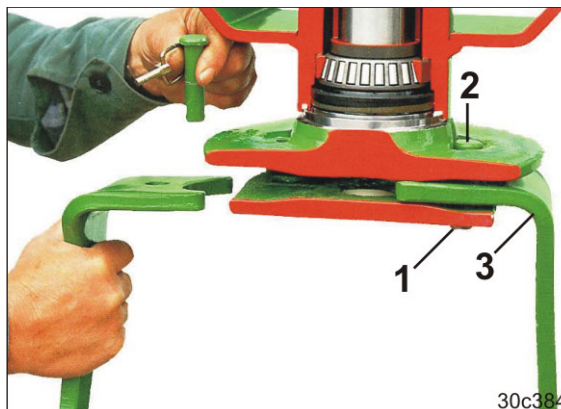

Рис. 162
2. Снимите пружинный фиксатор (Рис. 162/1).
3. Выбейте палец (Рис. 162/2) из держателя рабочего органа по направлению вверх.
4. Замените зубья рабочего органа (Рис. 162/3).